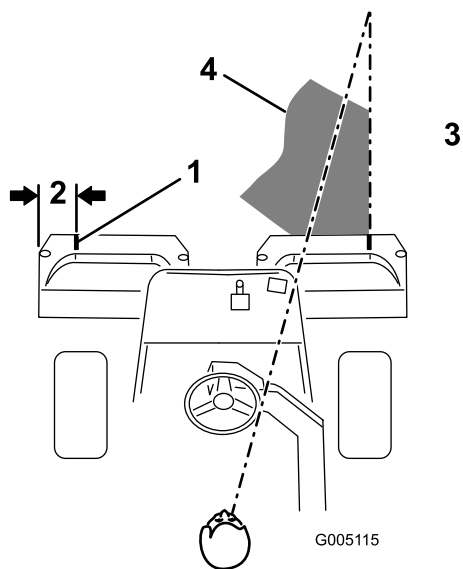
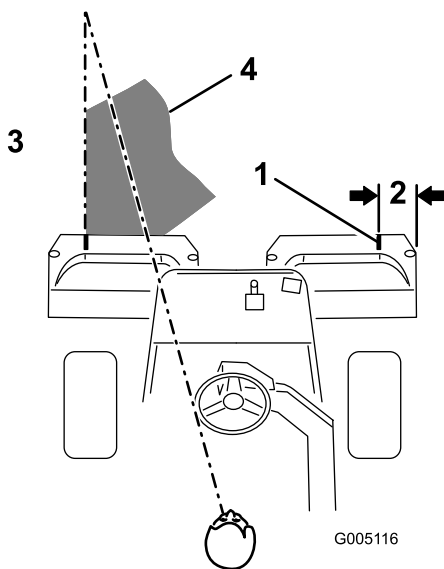

Figura 40
Figura 41
2. Coloque un trozo de cinta blanca o pinte una raya en cada recogehierbas, paralelo al borde exterior de cada uno (Figura 40).
3. Debe haber un solape mínimo con las pasadas anteriores. Para ayudar a mantener una línea recta a través del green y mantener la máquina a la misma distancia de la pasada anterior, establezca una línea imaginaria aproximadamente de 1,8 a 3 m por delante de la máquina hasta el extremo de la parte no segada del green (Figura 40 y Figura 41). Puede ser útil incluir el borde exterior del volante como parte de la línea imaginaria, es decir, mantener el borde del volante alineado con un punto que se mantiene siempre a la misma distancia de la parte delantera de la máquina (Figura 40 y Figura 41).